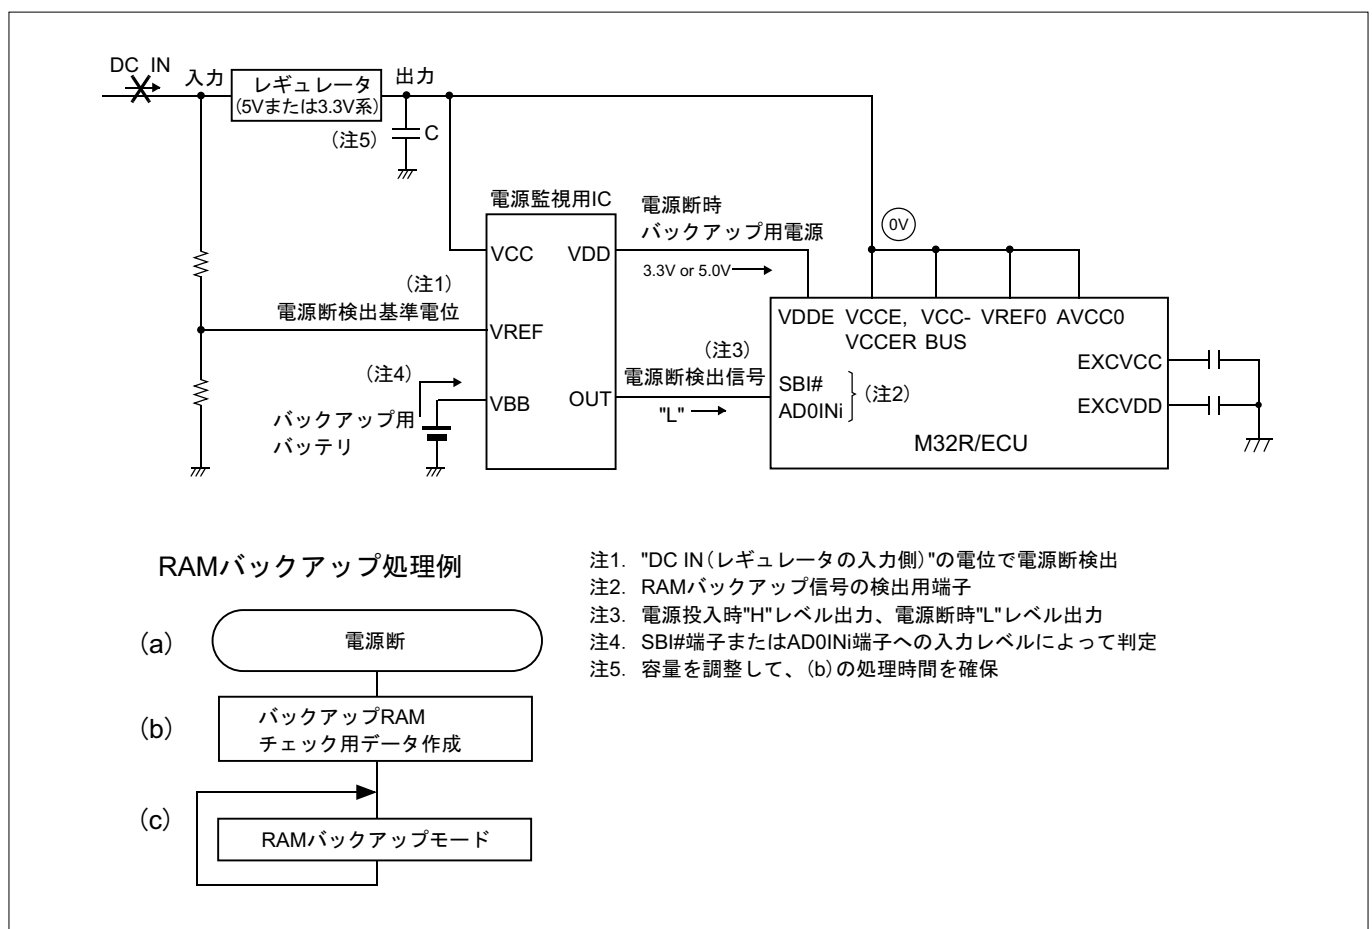

図19.2.3 電源断時のRAMバックアップ時の状態
図19.2.3に電源断時のRAMバックアップの状態を示します。電源オフすると電源監視用ICによって、バックアップ用バッテリーから電流が供給されます。また、電源監視用ICの電源断検出信号端子から"L"レベルが出力され、SBI#端子またはAD0INi端子は"L"レベルになりRAMバックアップ信号の発生となります(図19.2.3の(a))。電源断検出判定は、電源断時のソフトウェア処理時間を確保するため、必ず"DC IN (レギュレータの入力側)"の電位で行う必要があります。
(1) RAMバックアップモードから通常モードに復帰したときに、RAMのデータが正常に保存されていたかのチェック用データを作成(図19.2.3の(b))
(1)の設定後、VCCEへの電流の供給が切れると、VDDE端子は3.0V ~ 3.3V、その他の端子は0Vになり、M32R/ECUはRAMバックアップモードになります(図19.2.3の(c))。